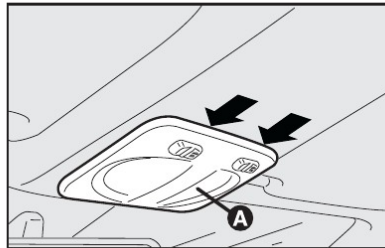
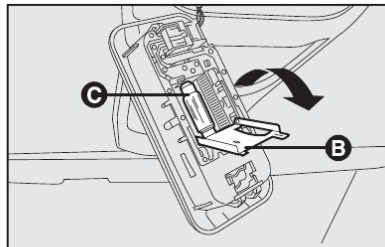

fig. 29
fig. 30
- substituir as lâmpadas **C-fig. 30** desvinculando-as dos contatos laterais e certificando-se de que as novas lâmpadas estejam corretamente bloqueadas entre os contatos;
- fechar o portinhola **B-fig. 30** e fixar a plafoniera **A-fig. 29** no próprio alojamento certificando-se do bloqueio.